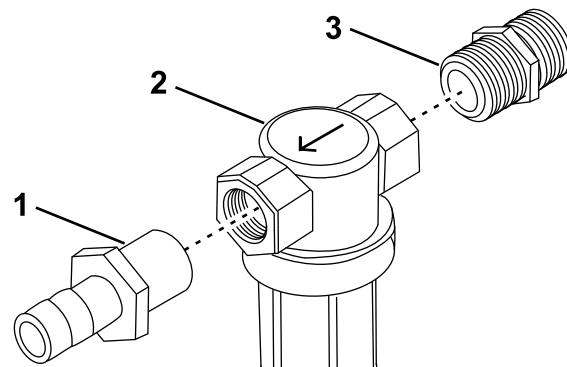

Figura 11
- Monte o conjunto do filtro de pressão (Figura 11).